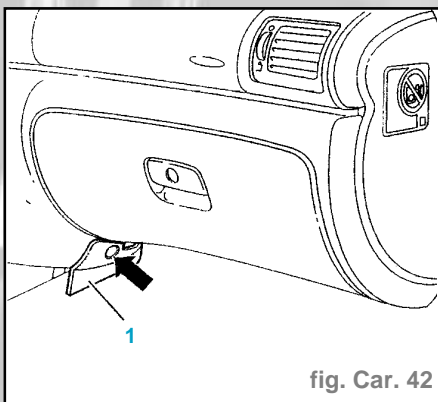

fig. Car. 42
- Dévisser la vis (flèches) (fig. Car. 42).